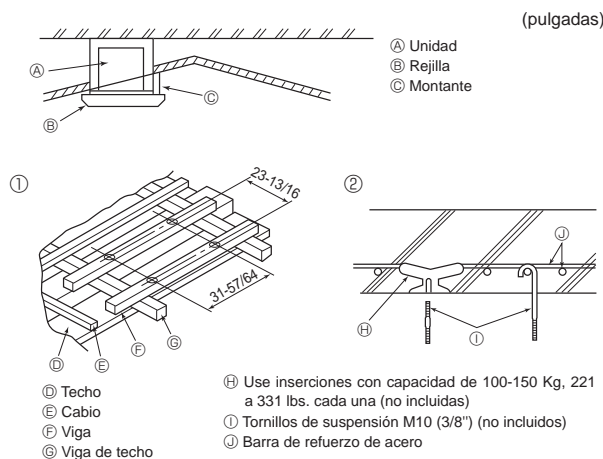

Fig. 2-4
- (G) Orificio taladrado 14-ø2,8 mm, ø1/8 pulgada
- (H) Orificio de corte ø150 mm, ø5-29/32 pulgadas
- (I) Paso del orificio taladrado ø175 mm, ø6-7/8 pulgadas
- (J) Diagrama del orificio para toma de air fresco
- (K) Orificio taladrado 3-ø2,8 mm, ø1/8 pulgada
- (L) Paso del orificio taladrado ø125 mm, ø4-29/32 pulgadas
- (M) Orificio de corte ø100 mm, ø3-15/16 pulgadas
- (N) Techo
- (O) Figura explicativa sobre la extracción del aislante
- (P) Aislante
2.4. Estructura de suspensión (Refuerzo de la estructura de suspensión) (Fig. 2-4)